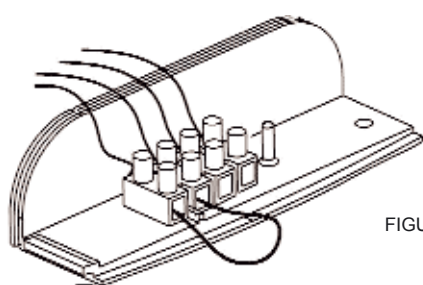
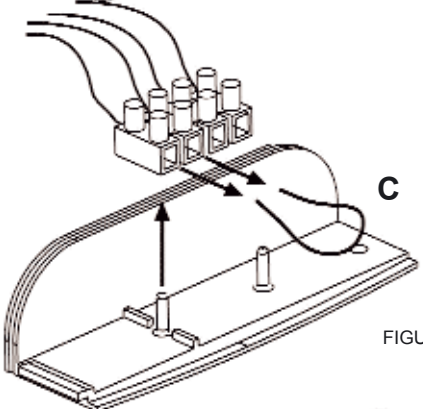

FIGURA 2
FIGURA 3
- Retirar la regleta de la tapa (va montada a presión), ver figura 3. En la tapa podemos romper fácilmente uno de los agujeros (B) preparados para pasar por ahí el cableado del termostato ambiente.
- Retirar el puente del conector bipolar (C).
- Pasar los cables del termostato ambiente por el agujero (B) realizado en la tapa.
- Volver a colocar el conector bipolar en la tapa, ver figura 2. Atornillar la tapa a la caldera.